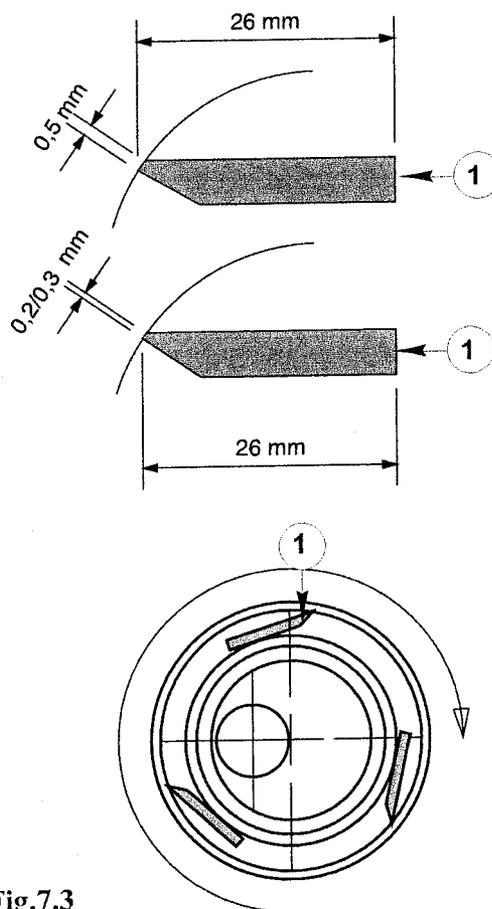

Fig.7.3
- **Lame raschianti (Fig. 7.3)**
E' possibile affilare la lama, ma questa operazione deve essere fatta usando un macchinario specifico. La lama dovrebbe essere affilata quando la larghezza dell'estremo a taglio eccede 0.5 mm., Fig. 7.3.
La larghezza dell'estremo a taglio deve essere dopo l'affilatura minimo 26 mm., Fig. 7.3. Se la larghezza è inferiore è necessario sostituire le lame.
E' importante che le lame siano montate come indicato in Fig. 7.3.